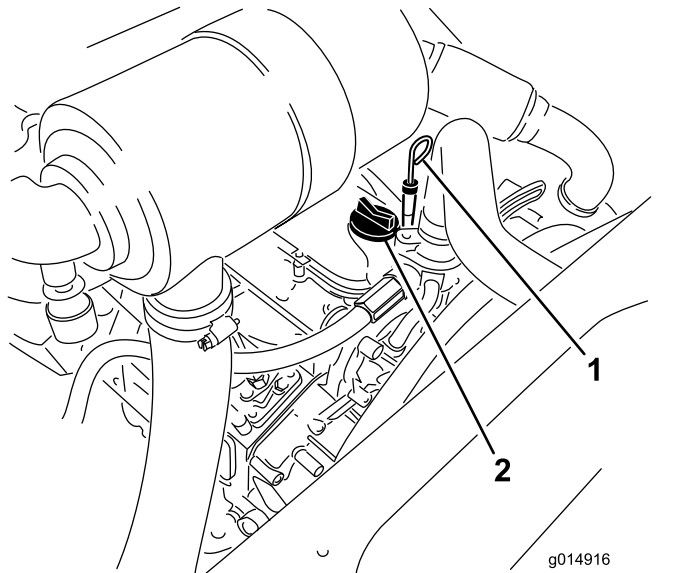

Figura 31
3. Togliete l'asta di livello, asciugatela e reinsertetela (Figura 31).
5. Se l'olio non raggiunge la tacca FULL (pieno), togliete il tappo di riempimento (Figura 31) e